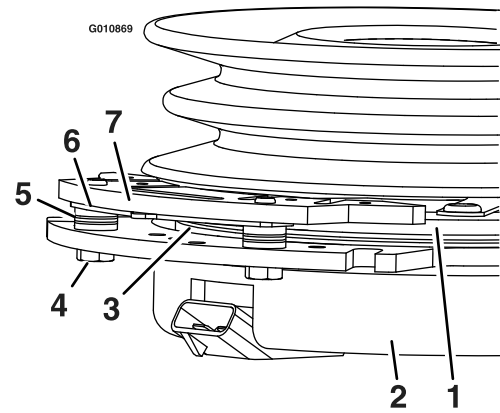

**Figura 62**
3. Retire el tapón anti-polvo de la rueda giratoria y apriete la contratuerca (Figura 62).
4. Apriete la contratuerca hasta que las arandelas de muelle estén planas, luego afloje 1/4 de vuelta para establecer la pre-carga correcta de los cojinetes (Figura 62).
**Importante:** Asegúrese de que las arandelas de muelle están correctamente instaladas, según se muestra en Figura 62.
5. Coloque el tapón anti-polvo (Figura 62).